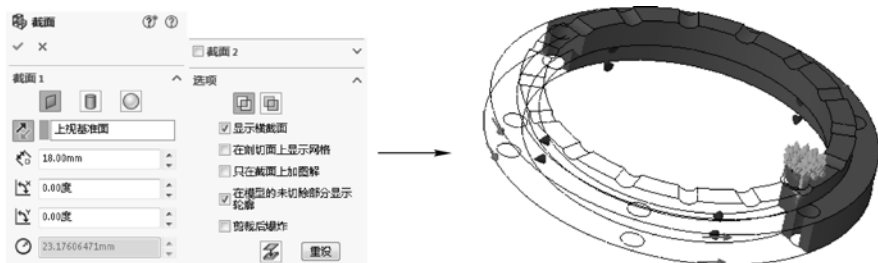

图 10-58 设置截面剪裁操作和操作效果
STEP 11 右键单击算例树中“结果”项下的“应力 1”项，选择“显示”菜单选项，显示应力效果，再右击“应力 1”项，在弹出的快捷菜单中选择“截面剪裁”菜单选项，选择上视基准面，并平移 18mm，查看截面受力效果，如图 10-58 所示。